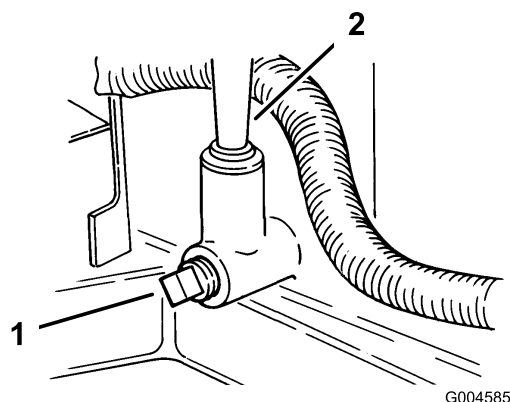

Figura 20
- Coloque un recipiente debajo del orificio de llenado/varilla de aceite y retire el tapón de vaciado (Figura 20).